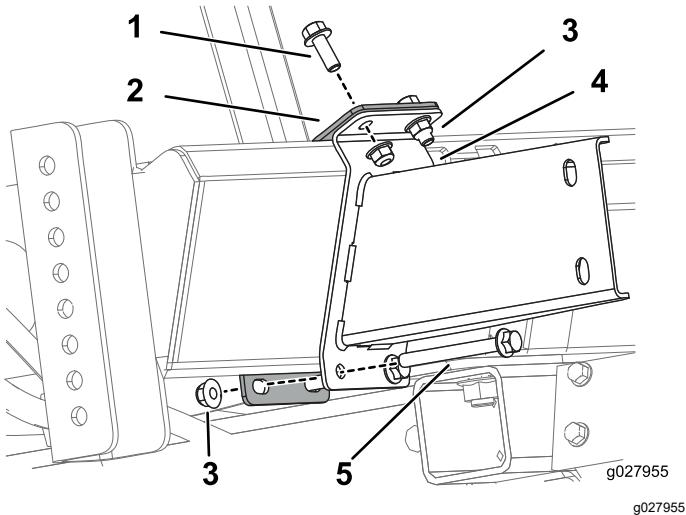

Рисунок 11
3. Установите нижний кронштейн и нижний опорный кронштейн на раму с помощью 2 болтов (3/8-16 дюйма), 2 болтов (3/8-16 x 3 1/2 дюйма) и 4 фланцевых гаек (3/8-16 дюймов), как показано на Рисунок 11.